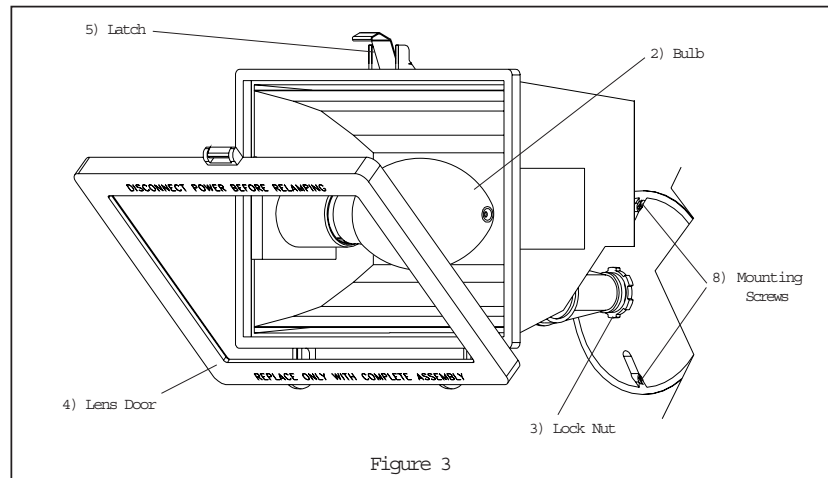

Figure 3
2. Visser l'écrou de blocage à la partie supérieure de la rotule. Voir la fig. 3.
10. Pour installer la lampe, relâcher le femoir sur le dessus de l'appareil pour ouvrir la porte de la lentille et installer la lampe de type H8 à vapeur de mercure de 100 watts. Voir la fig. 3.
2. Thread Lock Nut to upper end of knuckle. See Fig. 3.
10. For lamp installation, release Latch on top of Fixture Housing to open Lens Door and install 100 Watt Mercury Vapor Type HB8 Lamp. See Fig. 3.
2. Rosque la Tuerca de Fijación al extremo superior del nudillo. Vea Fig. 3.
10. Para instalación de la lámpara, libere la alibaba de encima de la carcasa del luminario para abrir la puerta del Lente e instalar la Lámpara de Vapor de Mercurio de 100 Vatios Tipo HB8. Vea Fig. 3.